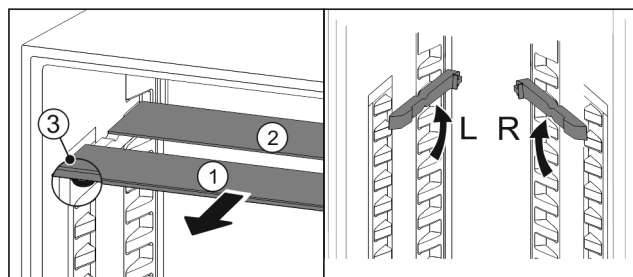

Fig. 81
- ▶ Skleněné desky jednotlivě vytáhněte dopředu Fig. 81 (1).
- ▷ Skleněná deska Fig. 81 (1) s ozdobnou lištou leží vpředu.
- ▷ Zarážky Fig. 81 (3) směřují dolů.